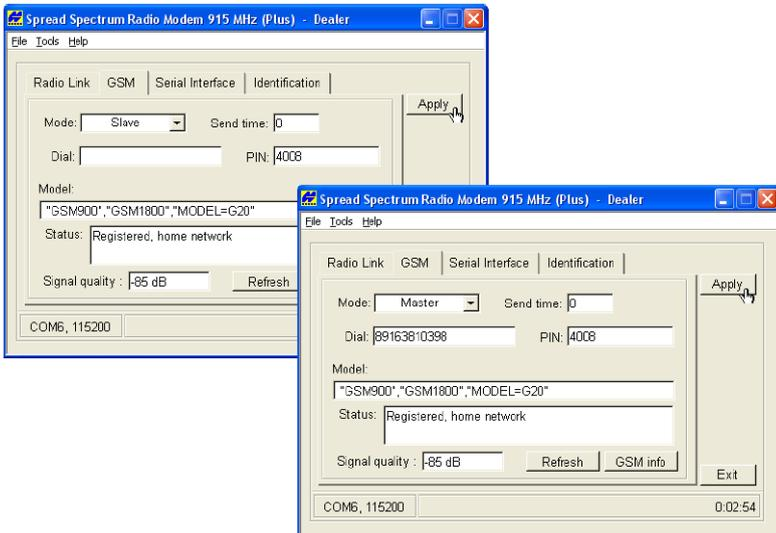

Figura 3-4. Selezione dei parametri GSM per base e rover
3. Nella scheda *GSM*, impostare i seguenti parametri (Table 3 - 3 on page 7) e fare clic su **Apply** (Figura 3-4 a pag. 3-8). In alcuni campi è presente il testo "N/A", fare clic su **Refresh**.